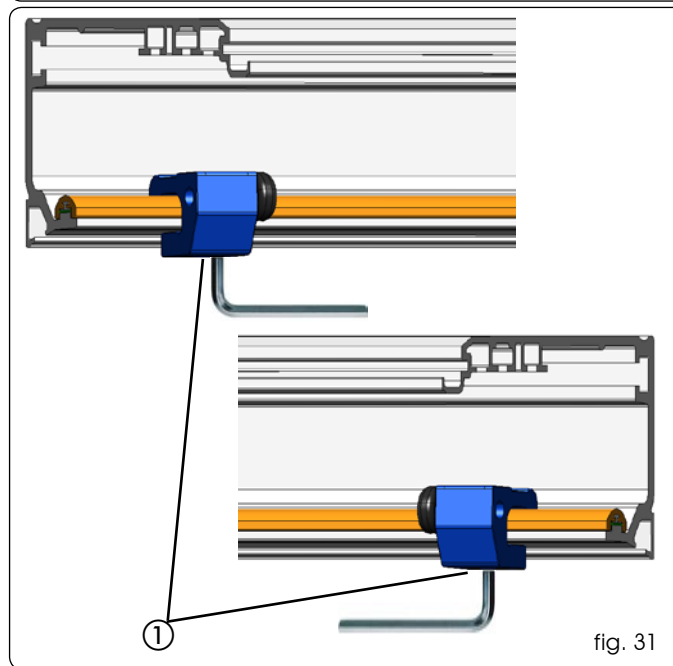

fig. 31
- Allentare le viti a brugola degli arresti meccanici (fig. 31 rif. ①) e portarli alle estremità del profilo di sostegno.